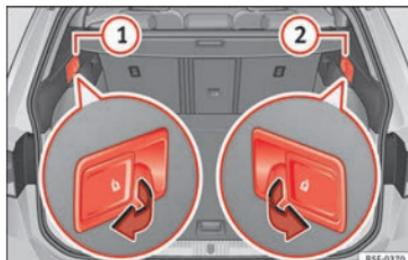

Abb. 156 Im Kofferraum: Entriegelungshebel im Abstand der Teile links ① und rechts ② von der Rücksitzlehne.
- Ziehen Sie am Hebel zur Fernentriegelung auf der linken » Abb. 156 ① oder der rechten ② Seite der Rückenlehne in Pfeilrichtung. Der entriegelte Teil der Rücksitzbank klappt nun automatisch nach vorn um.